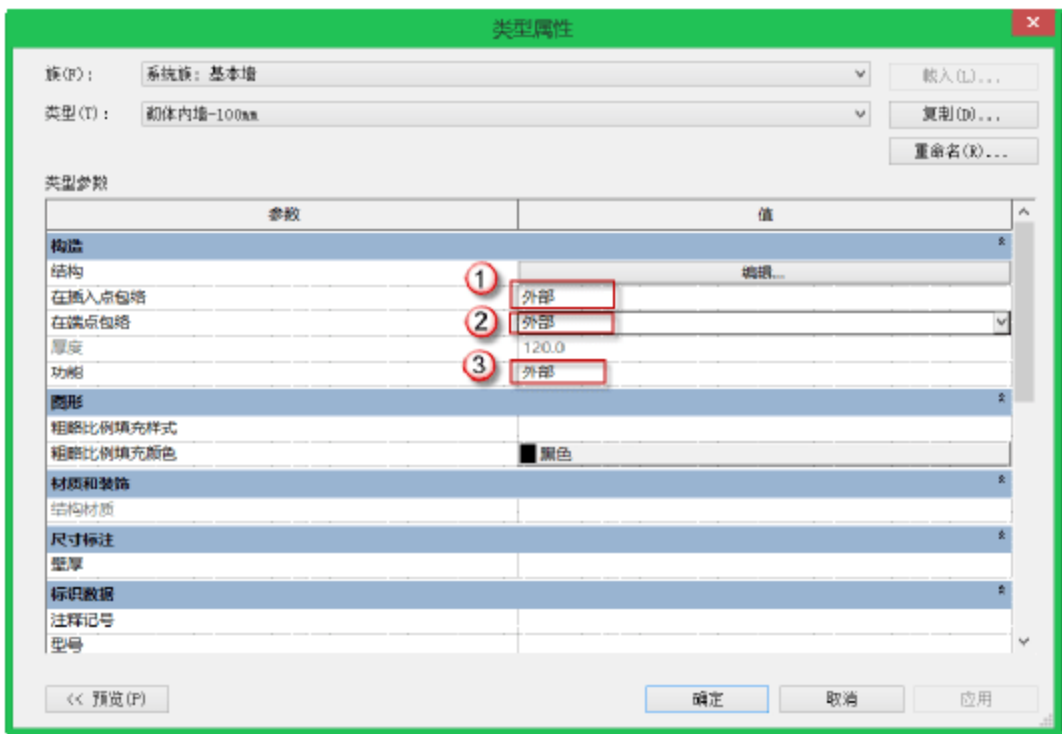

图 10.2.13 编辑“包络”
(8) 编辑“包络”。在“类型属性”对话框中，选择“在插入点包络”后的参数“不包络”→“外部”，再选择“在端点包络”后的参数“无”→“外部”，选择功能参数后的“无”→“外部”，如图 10.2.13 所示。